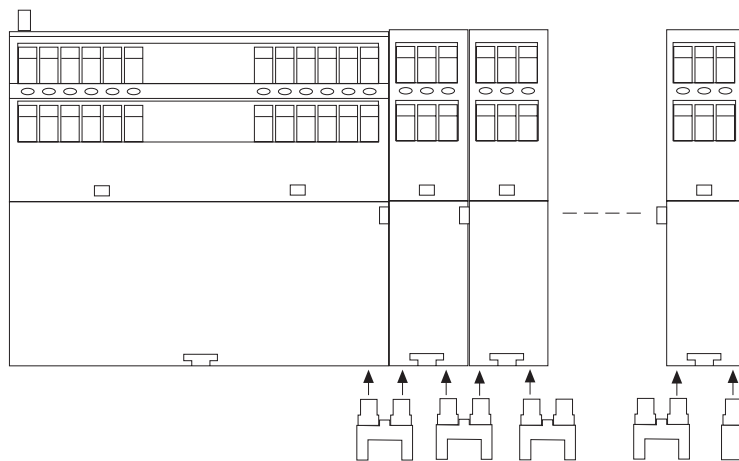

Fig. 3: PNOZ XM1 und Erweiterungsgeräte mit Steckbrücken verbinden, auf letztes Erweiterungsgerät Abschlusstecker stecken/
- Verbinden Sie bis zu 9 Erweiterungsgeräte auf die gleiche Weise (Fig. 3). Die Kombination von PNOZ XE1 und PNOZ XE 2 ist beliebig.
- Stecken Sie auf den rechten Stecker des letzten Erweiterungsgeräts die Steckbrücke, die Sie vom PNOZ XM1 abgezogen haben (Fig. 3).
- A maximum of 9 input modules can be connected using the same method (Fig. 3). You can have any combination of PNOZ XE1 and XE2 devices up to a maximum of 9 units.
- Insert the terminator you removed from the PNOZ XM1 into the right-hand socket of the last input module (Fig. 3).
- Raccordez de cette manière les autres appareils d'extension(max. 9) (Fig. 3). Vous pouvez librement associer des PNOZ XE1 et PNOZ XE2.
- Branchez sur le connecteur droit du dernier appareil d'extension le pont enfichable que vous avez retiré du PNOZ XM1 (Fig. 3).